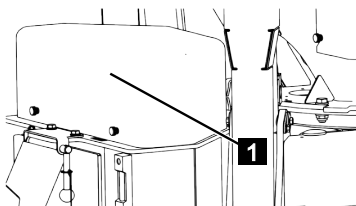

Fig. 169
4. Dévisser le capot (Fig.169/1).